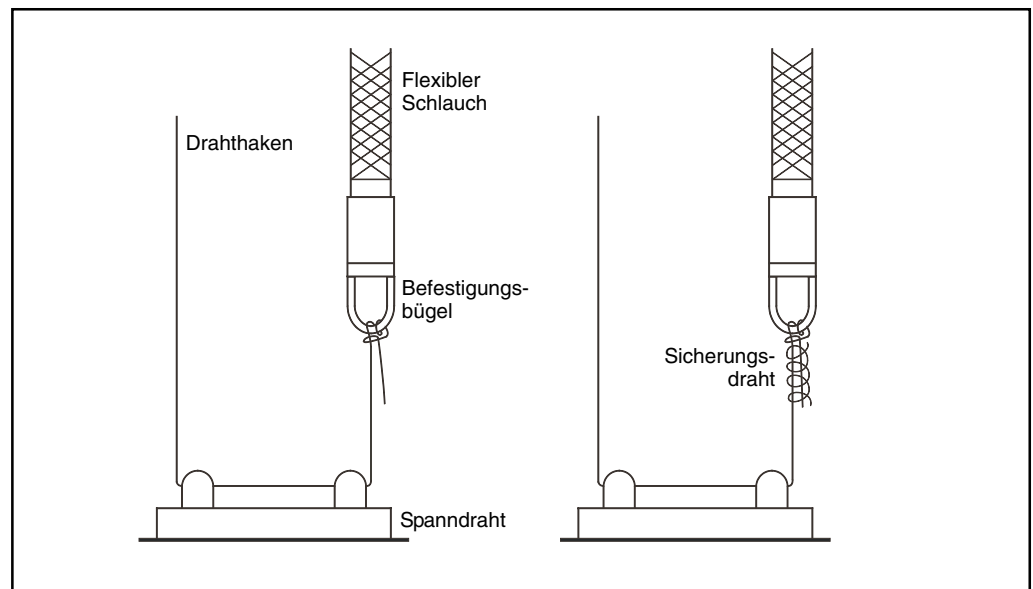

Abb. 8:
- 5) Den Spanndraht zweimal um den Befestigungsbügel schlingen, anspannen und mit einem Sicherungsdraht umwickeln (siehe Abb. 8).